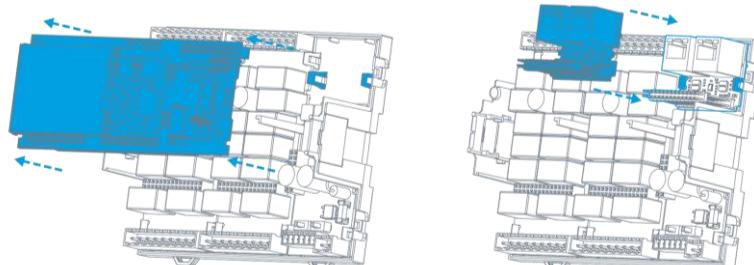

Рис. 65 – Снятие процессорной платы и установка платы сетевого модуля
- Извлеките из прибора процессорную плату, потянув её на себя, и установите в основание корпуса плату сетевого модуля (см. Рис. 65);